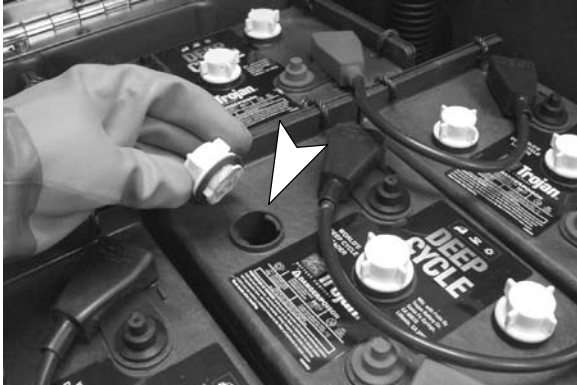

FIG. 27
2. Avant de mettre en charge les batteries, vérifiez le niveau d'électrolyte dans chaque élément de batterie (Figure 27).